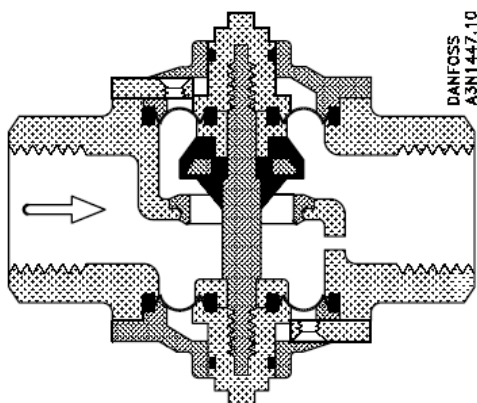

Рис. 2
2. Корпус клапана с отверстием, закрывающий конус и элементы уплотнения (Рис. 2);